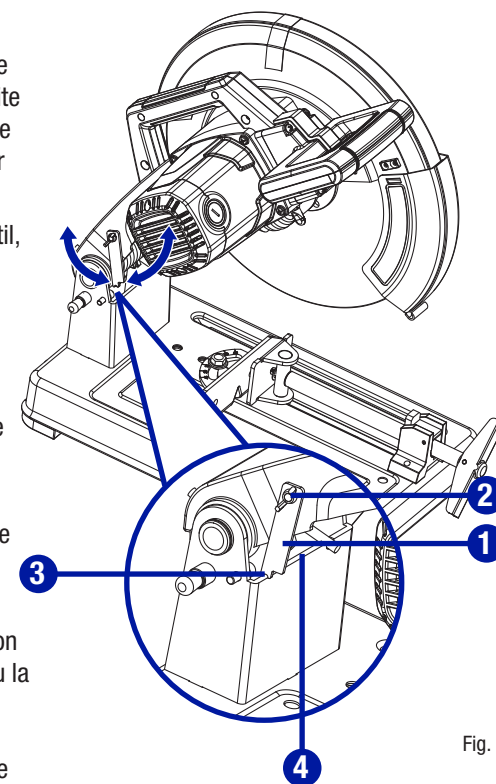

Fig. 3
**RÉGLER LA BUTÉE DE PROFONDEUR (Fig. 3)**